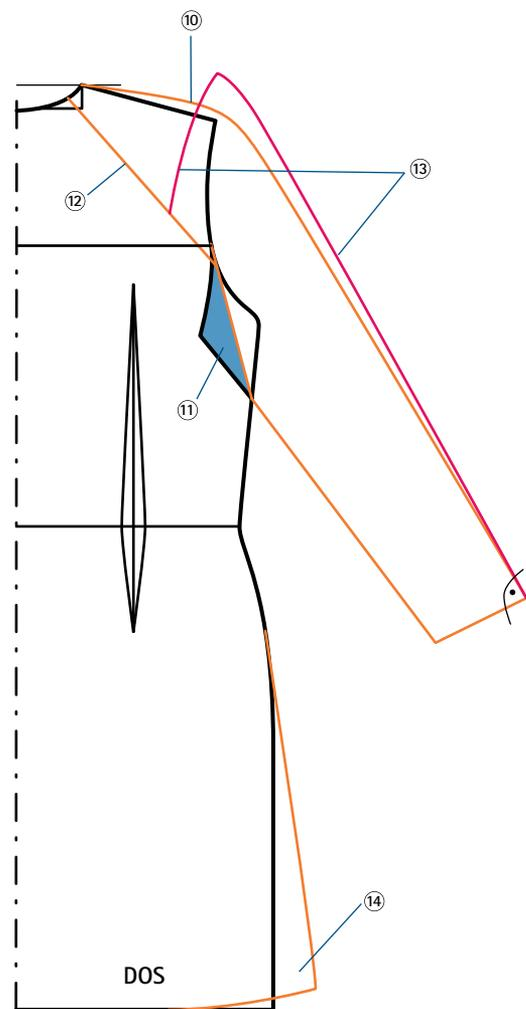

FIG. 2
⑩ Procéder de la même façon que pour le devant pour tracer sur le dos la ligne du haut de la manche, la moitié de la largeur du bas de manche et pour fermer la construction de la manche.
⑪ Retracer « en miroir » le petit triangle obtenu après avoir descendu l'emmanchure sur la ligne de côté de la même mesure que celle du devant (fig. 2, en bleu).
⑫ Tracer une ligne de découpe droite qui part de l'emmanchure au niveau du haut du petit triangle et rejoint l'encolure au tiers du tour d'encolure dos.